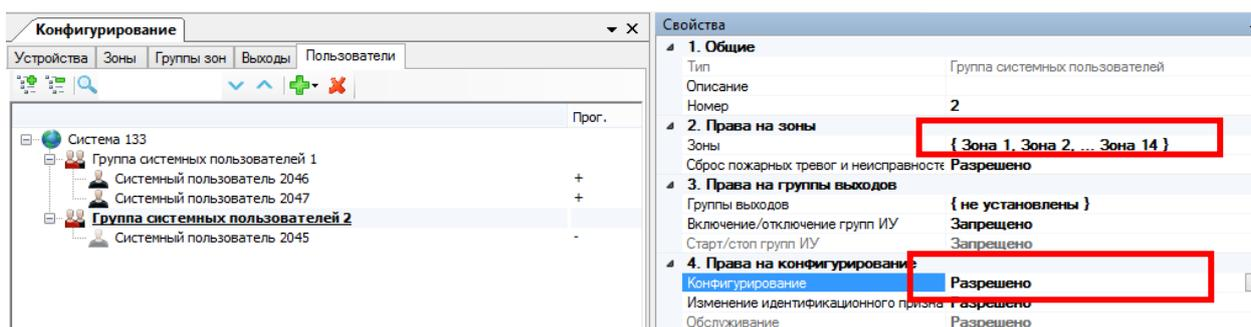

Рисунок 6.48
- Установить для группы разрешения на управления зонами (Рисунок 6.48).